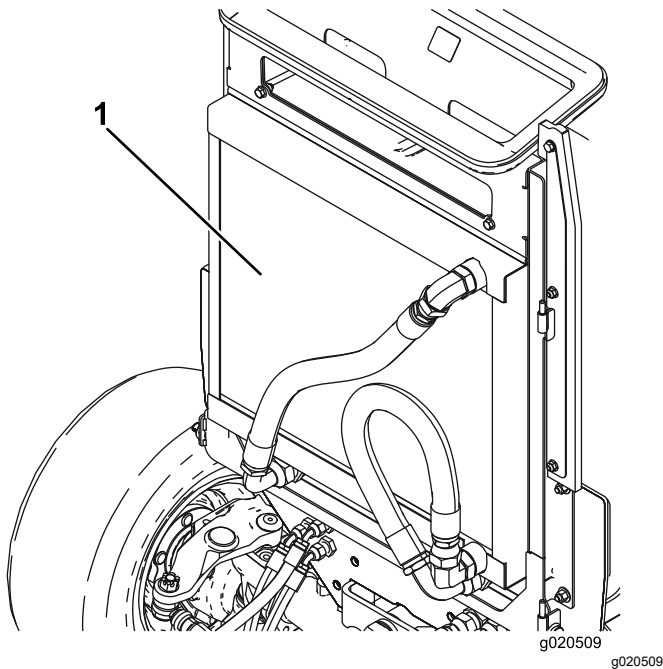

Bild 112
4. Reinigen Sie beide Seiten des Ölkühlers und des Kühlers gründlich mit Druckluft (Bild 112).